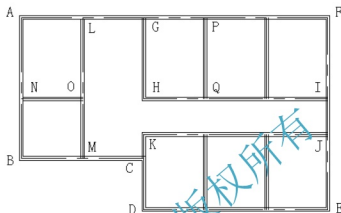

图 2.37 用【多线】命令绘制内墙
(5) 用相同的方法绘制出 PQ 等其他内墙, 结果如图 2.37 所示。